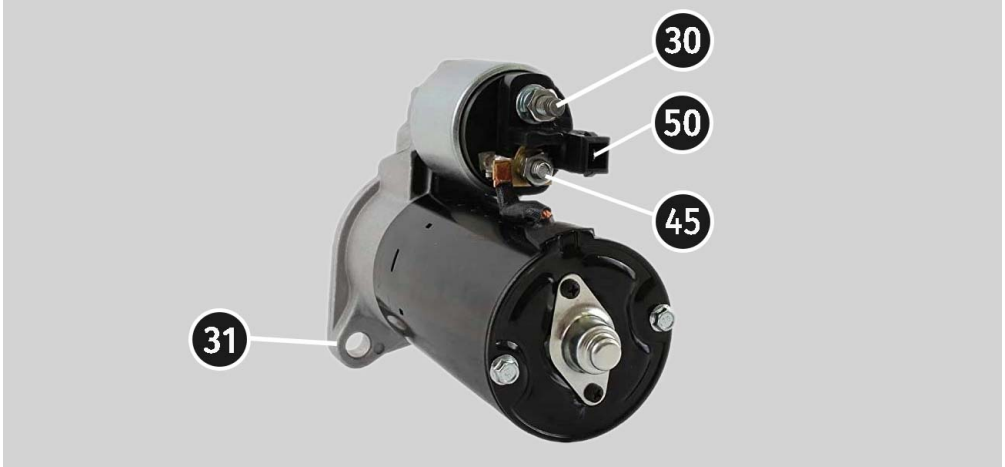

Рисунок 30. Розташування клем на стартері
3. Роз'єм стенда "50" кабелем під'єднайте до керуючого виводу соленоїда стартера клему 50, див. рис. 30.
4. Провода універсального діагностичного кабелю K30 і K45 під'єднайте до відповідних клем стартера, див. рис. 30.